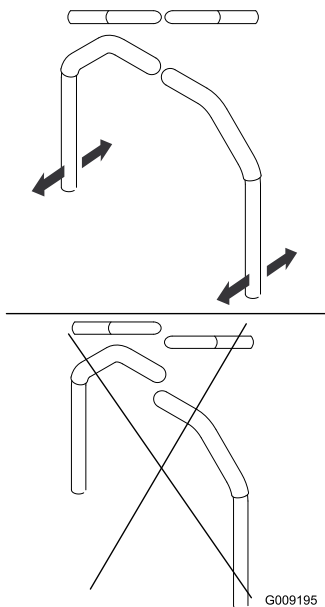

Figura 75
- Allineate le leve latitudinalmente portandole assieme in folle e fatele scorrere finché non sono allineate, quindi serrate i bulloni (Figura 75).